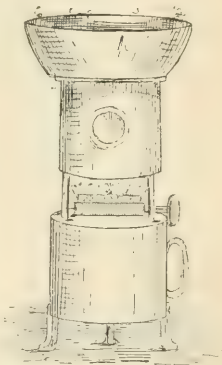

FIG. 44. — Fourneau à pétrole.
41. — Aujourd'hui le pétrole est beaucoup employé pour le chauffage. Il y a des *fourneaux* (fig. 44) et des *voitures à pétrole*.